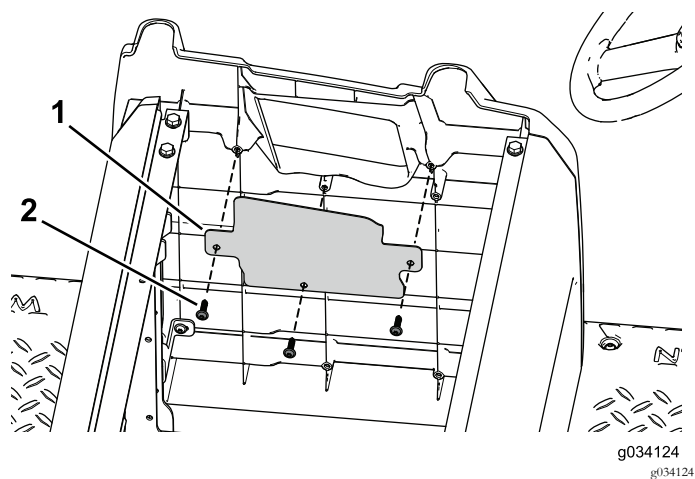

Figure 44
2. Fixez la plaque d'obturation à la plaque latérale avec les 3 vis autotaraudeuses (Figure 44).